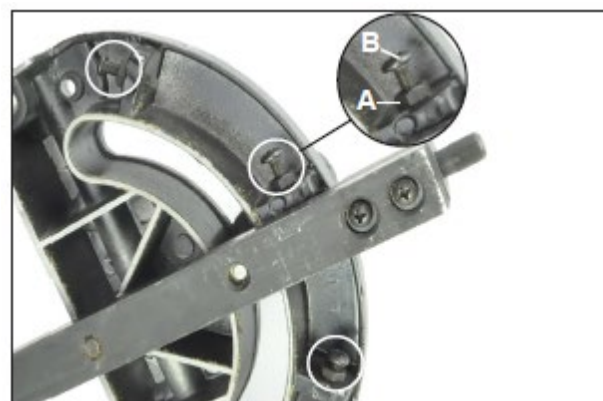

Рис. 37
2. Ослабить контргайку (рис. 37, А) на 3...4 оборота.
4. Вставить шток и выполнить регулировку упорного винта (рис. 37, В) так, чтобы он касался штока, затем затянуть контргайку.